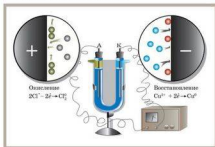

Рис. 60. Электролиз раствора хлорида меди (II)
Для того чтобы познакомиться с процессом электролиза, можно провести такой опыт: в U-образную трубку наливают раствор хлорида меди (II) и подключают прибор к источнику постоянного тока. На катоде выделяется металлическая медь, а на аноде — хлор, который можно определить по запаху (рис. 60).